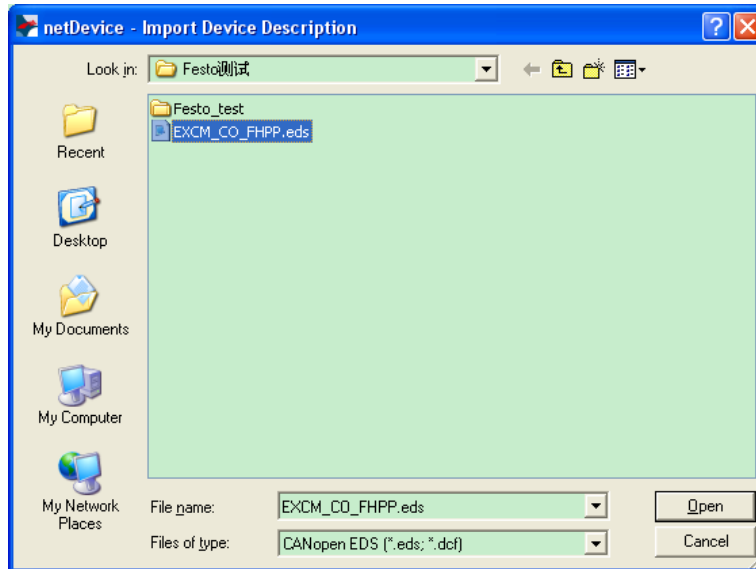

图 14
(14) 在 Network 菜单中选择 Import Device Description 选项，弹出对话框，导入 Festo 从站的 EDS 文件，如图 14 所示。